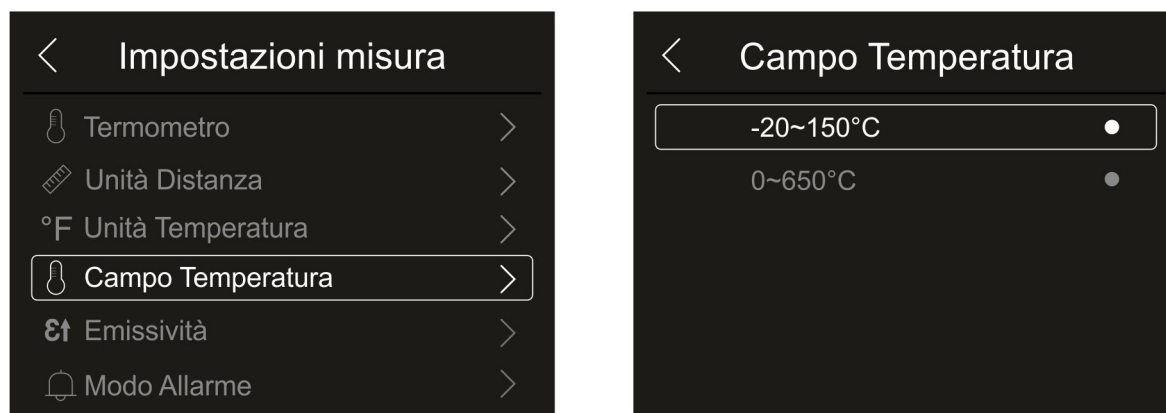

Fig. 27: Menu impostazione campo misura temperatura
1. Toccare la voce “Campo Temperatura” per eseguire l'impostazione del campo di misura della temperatura eseguita dallo strumento (questa opzione è relativa al modo di misura Normale). La Fig. 27 – parte destra è mostrata: